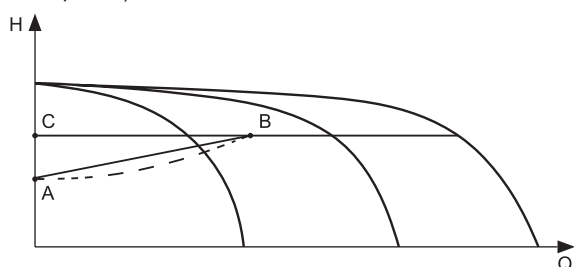

Рис. 37 Пропорциональное регулирование давления
- Выберите функцию характеристики управления (линейная или квадратичная) см. рис. 37